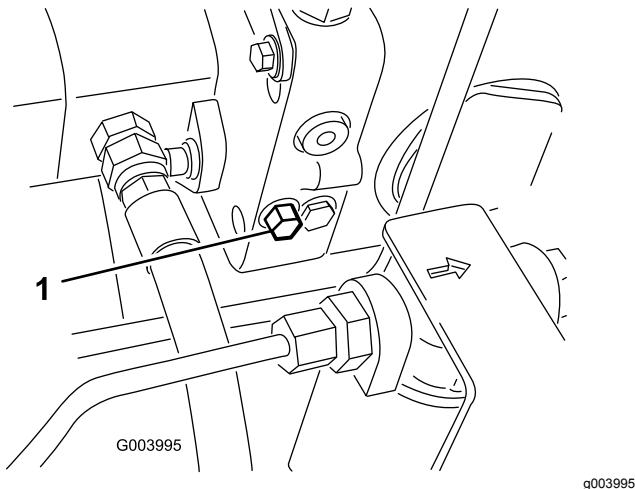

Figura 27
1. Individuate la valvola di bypass sul lato sinistro dell'idrostatato (Figura 27).